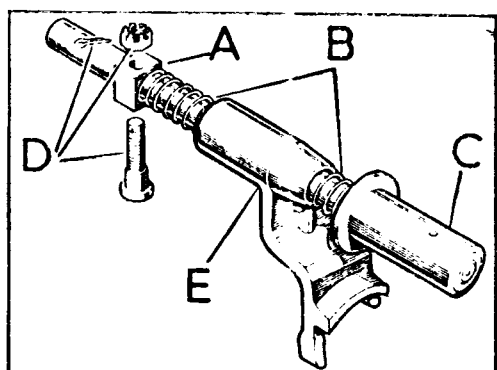

Fig. C1-60 Barra corredera para tracción total
3.3.1. Situar los muelles, B (Fig. C1-60) y horquilla, E, en la barra, teniendo en cuenta que ambos muelles son idénticos y por tanto intercambiables.